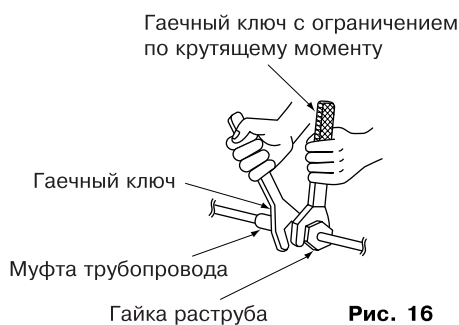

Рис. 16
- При присоединении труб к блоку и/или их отсоединении необходимо пользоваться как обычным гаечным ключом, так и гаечным ключом с ограничением по крутящему моменту. **(См. рис. 16)**